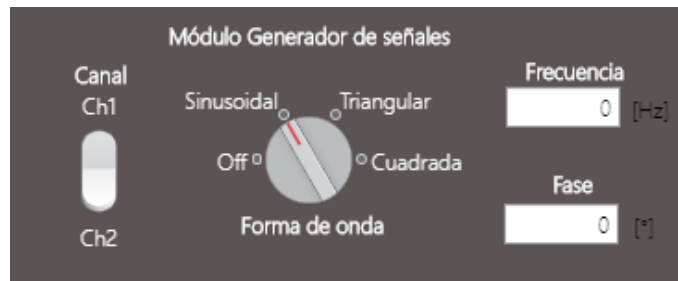

Figura 5.34: Módulo Generador de Señales
3. Ubicar el bloque de *Módulo Generador de señales*; ubicar la perilla *Forma de onda* y colocar en la posición de *Sinusoidal* (Figura 5.34).